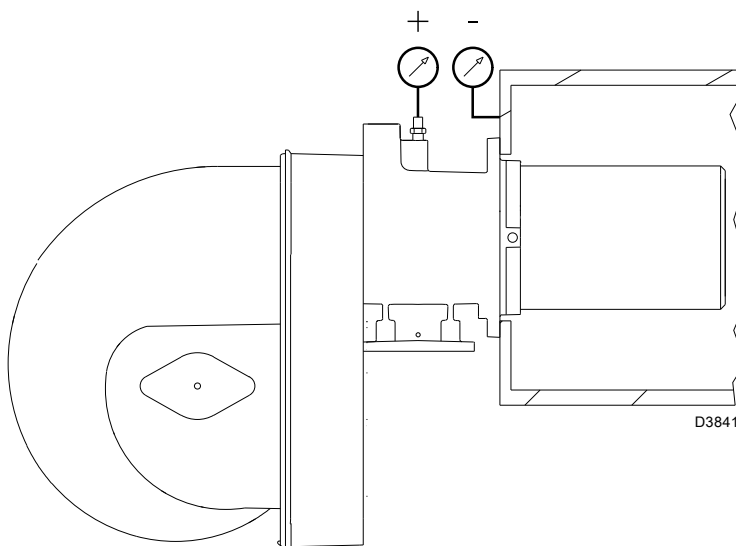

图 25
- 在最小燃气压力开关的压力测试点 1) (图 25) 处安装一个压力表检查燃气供应压力: 供气压力必须低于燃气阀组所能允许的最大压力，见燃气阀组数据标牌。
- 将燃气阀组管路中的空气排净，连接一个塑料管到最小燃气压力开关的压力测试点 1) (图 25)。